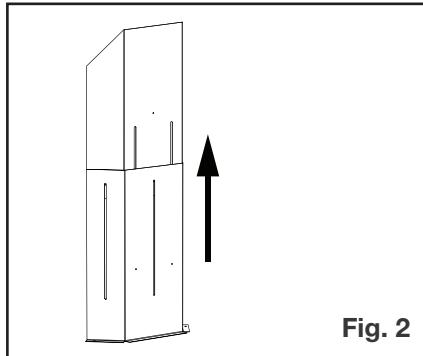

Fig. 2
2. Ajustez le bouclier d'évent à l'hauteur minimum de 15 pouces (**Fig. 2**).